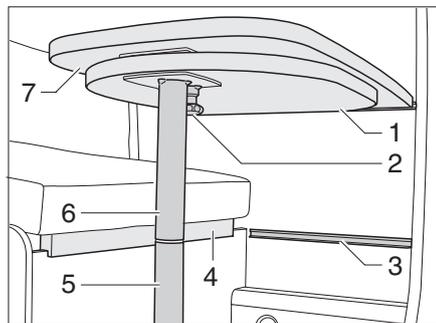

Fig. 42 Table suspendue avec pied d'appui divisible
- ▶ Tirer le bouton (Fig. 42,2) du verrouillage vers le bas et faire pivoter la rallonge de table (Fig. 42,1) vers l'extérieur.
- ▶ Faire pivoter la rallonge de table (Fig. 42,1) en dessous du plateau de table (Fig. 42,7) jusqu'à ce que le verrouillage s'enclenche de manière audible.
- ▶ Placer le cas échéant la barrette en contreplaqué (Fig. 42,4) sur la banquette.
- ▶ Faire pivoter la rallonge de table (Fig. 42,1) vers l'extérieur.
- ▶ Soulever le plateau de table (Fig. 42,7) à l'avant d'env. 45°.
- ▶ Tirer la partie inférieure du pied de table (Fig. 42,5) vers le bas et la mettre sur le côté.
- ▶ Accrocher le plateau de table sous un angle de 45° avec les supports dans la baguette de support inférieure (Fig. 42,3) et le déposer avec la partie supérieure du pied d'appui (Fig. 42,6) sur le sol.